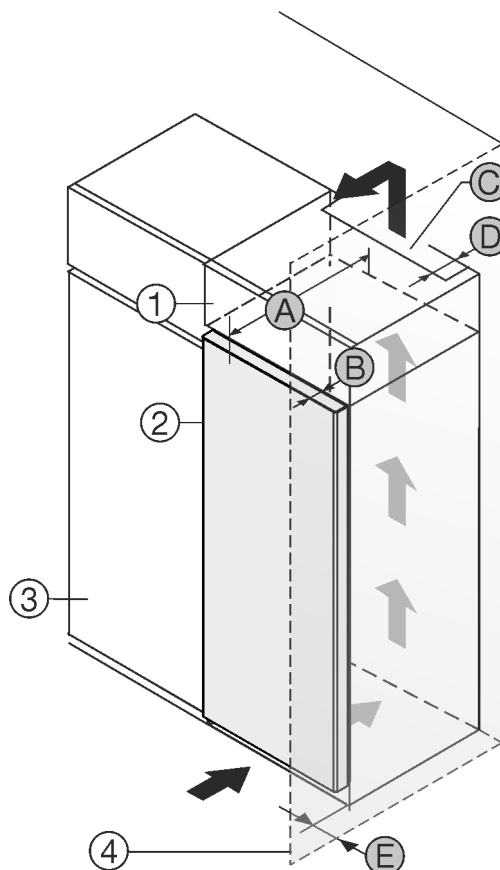

Fig. 1
- (1) Nastavná skříňka *
- (2) Přístroj *
- (3) Kuchyňská skříň *
- (4) Stěna *
- (A) Hloubka přístroje *
- (B) Hloubka dvířek *
- (C) Větrací průřez *
- (D) Vzdálenost zadní strany přístroje *
- (E) Vzdálenost k zadní straně přístroje *
Můžete přístroj nainstalovat přímo vedle kuchyňské skřínky Fig. 1 (3)*.
Na zadní straně nastavné skřínky musí být větrací šachta hluboká Fig. 1 (D) přes celou šířku nastavné skřínky.*
Pod stropem místnosti musí být dodržen větrací průřez Fig. 1 (C)*.
Když přístroj instalujete závěsy vedle stěny Fig. 1 (4), musí být vzdálenost mezi přístrojem a stěnou minimálně 13 mm.*
Když přístroj instalujete závěsy vedle stěny Fig. 1 (4), musí být vzdálenost mezi přístrojem a stěnou minimálně 20 mm.*
Aby bylo možné dvířka plně otevřít, musí přístroj přesahovat o hloubku dvířek Fig. 1 (B) vůči přední linii kuchyňské skřínky. V závislosti na hloubce kuchyňských skříněk Fig. 1 (3) a použití vymežovačů odstup od stěny může přístroj vyčnívat dále.*